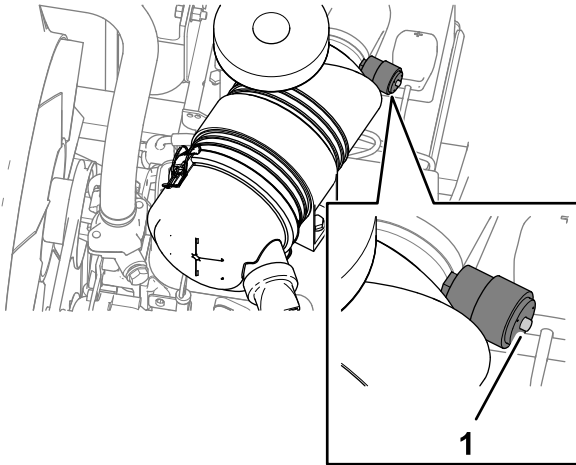

Bild 61
3. Prüfen Sie die Verstopfungsanzeige des Luftfilters (Bild 61).
Hinweis: Warten Sie den Hauptluftfilter, wenn die Verstopfungsanzeige des Luftfilters (Bild 61) rot ist. Das häufige Auswechseln des Luftfilters erhöht die Gefahr, dass Schmutz in den Motor gelangt, wenn der Filter entnommen ist.